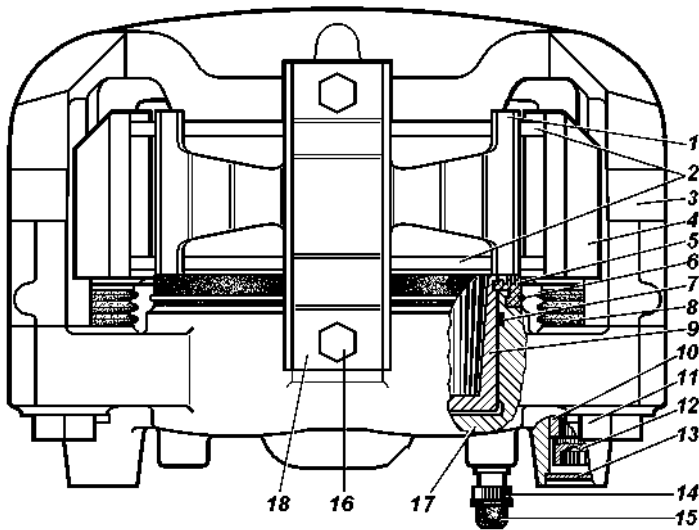

Рис. 9.26. Передние дисковые тормоза:
**Дисковые тормозные механизмы передних колес.** Для осмотра тормозных колодок 2 (рис. 9.26) установите автомобиль на горизонтальной площадке, затормозите стояночным тормозом. Осмотр колодок проводите через окно в суппорте 4. Если фрикционные накладки износились до толщины 1,5-2,0 мм, то замените колодки новыми. Замену производите на обоих передних тормозах.
После снятия барабана убедитесь в отсутствии течи из колесных цилиндров, а также в надежности крепления колесных цилиндров к щитам. Обращайте внимание на состояние защитных колпаков 3 (рис. 9.26) колесных цилиндров и их установку, степень износа фрикционных накладок, а также состояние тормозного барабана.